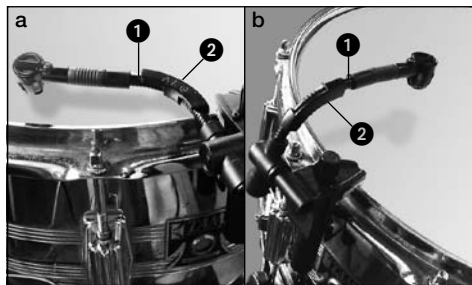

Fig. 6: Ângulo de fixação - a) horizontal, b) vertical
- Veja fig. 6.
1. Gire o parafuso serrilhado (1) em sentido anti-horário, para abrir os mordentes de aperto (2).
3. Aperte o parafuso de fixação (1) em sentido horário.
Veja fig. 6.